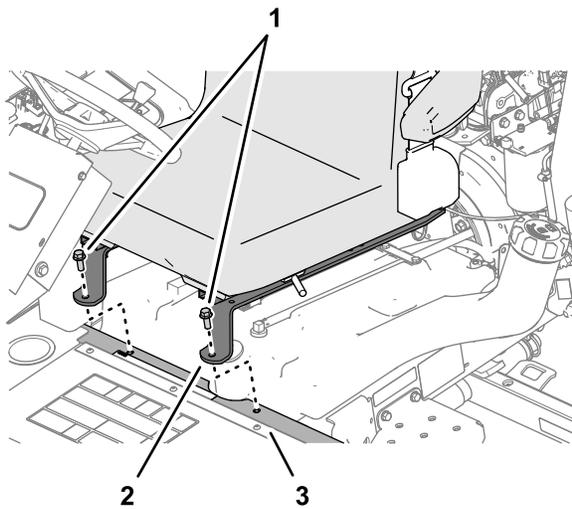

Figure 57
3. Baissez le siège et alignez les trous avant des barres du siège et les trous du profilé de support (Figure 57).
4. Fixez les barres du siège au profilé de support (Figure 57) à l'aide des 2 vis à embase que vous avez retirées sous Dépose du siège du conducteur (page 4).